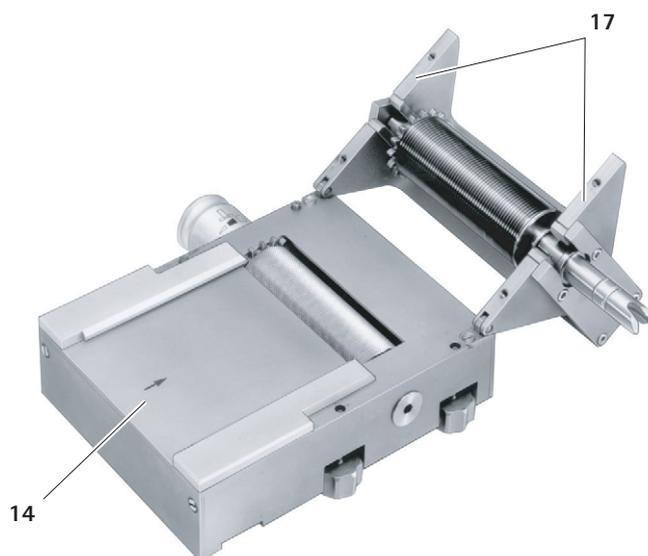

Fig. 2
- ▶ Piegare la parte superiore 17, vedere Fig. 2.
- Aprire la parte superiore 17 su quella inferiore 14, vedere Fig. 2.